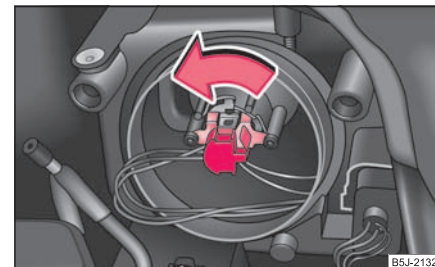

Fig. 209 Demontarea becului luminii de întâlnire și drum
- La farurile cu modul (bec cu halogen H7) ⇒ fig. 209, rotiți fișa electrică cu becul cu halogen până la limită spre stânga și scoateți-l.